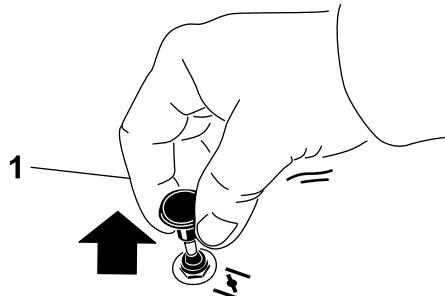

Figure 17
2. Tirez sur le bouton de starter pour engager le starter avant d'utiliser le commutateur d'allumage (Figure 17).
3. Poussez sur le bouton pour désengager le starter lorsque le moteur a démarré (Figure 17).